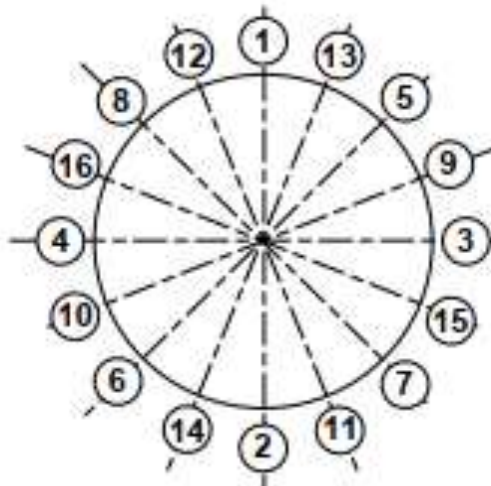

Рис.1. Очередность затяжки гаек на фланцах.
- 4.2 Произвести затяжку гаек расходомера с фланцами трубопровода согласно очередности на Рис.1: